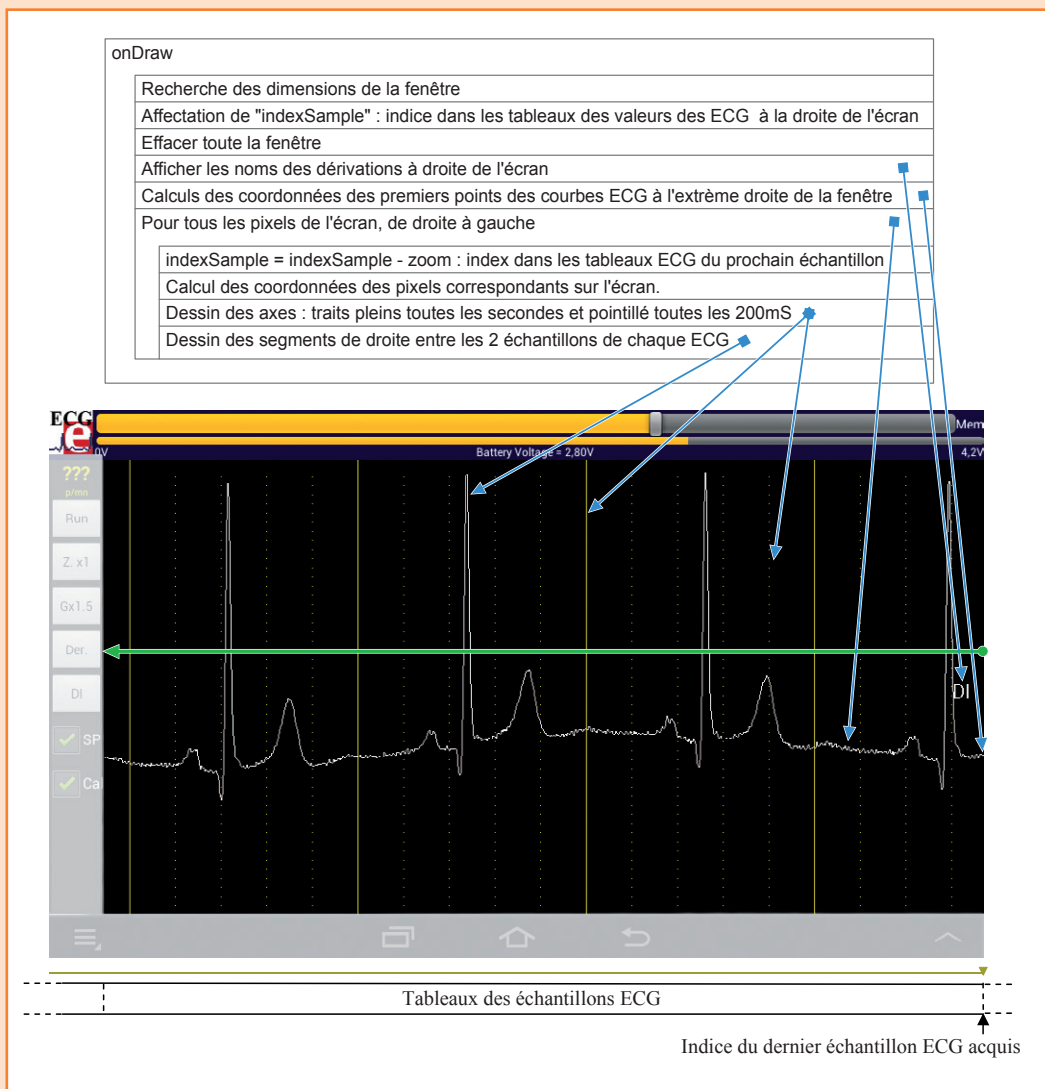

Figure 17. L'algorithme de rafraîchissement déroulant du graphe.
- La méthode *onDraw()* appelée périodiquement par le thread *ThreadGrapheYT*, chargée de dessiner les ECG choisis, ainsi que les axes (fig. 17 dans l'encadré).